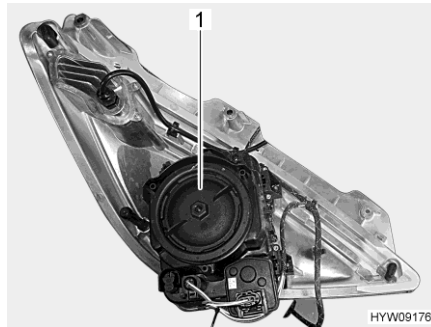

Fig. 235 Phare avant (côté arrière)
- Tourner le couvercle du boîtier (Fig. 235,1) dans le sens inverse des aiguilles d'une montre et le retirer.
- Poser le couvercle du boîtier (Fig. 235,1) et bien le visser dans le sens des aiguilles d'une montre.